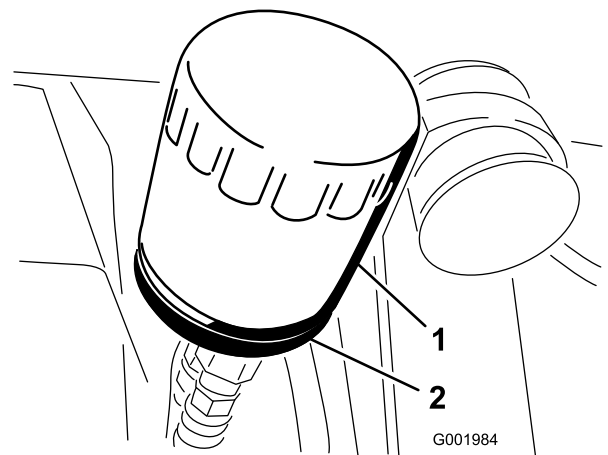

図 51
2. オイルフィルタ (図 51) を外す。
- アダプタに新しいフィルタを取り付ける。ガスケットがアダプタに当たるまで手でねじ込み、そこから更に 1/2 回転増し締めする(図 51)。